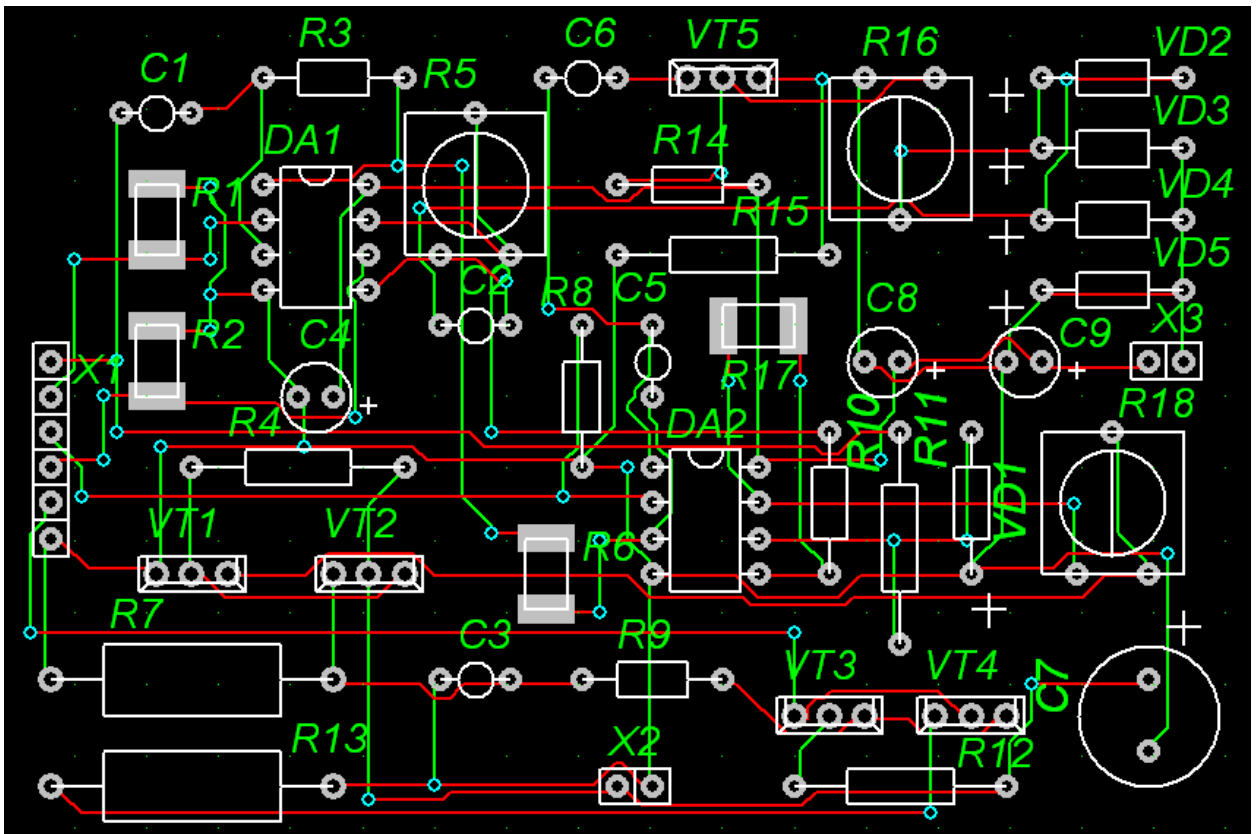

Рис. 2 Автоматическая трассировка печатной платы
- 3.2 Результат работы автотрассировщика для выполненного в качестве примера проекта изображен на рис. 2.